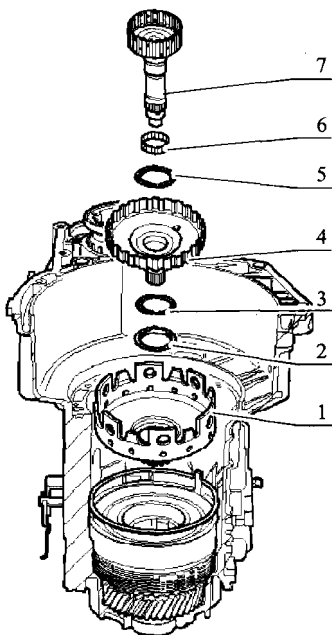

图 5-28 将大太阳轮到小输入轴部件装入变速器壳体
(4) 装入倒挡制动器 B_1 的内、外片。装入压盘,扁平面向向制动片。压盘厚度按制动片数量不同有所不同。装入碟形弹簧,凸起面向向单向离合器。如果更换变速器壳体、单向离合器、倒挡制动器 B_1 活塞和摩擦片,则需要调整倒挡制动器 B_1 。
(5) 用专用工具 3276 张开单向离合器滚子并装上单向离合器。安装单向离合器卡环,卡环的开口对在定位楔上。安装隔离管卡环。
(6) 安装变速箱转速传感器 G38, 测量制动器 B_1 。
(7) 将大太阳轮到小输入轴部件装入变速器壳体, 如图 5-28 所示。